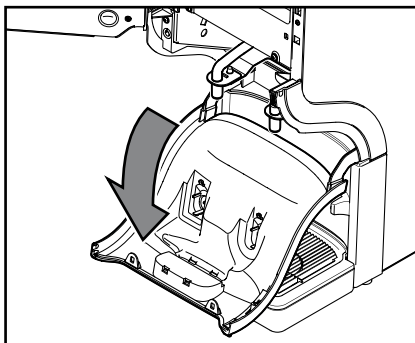

Fig. 36
- Abbassare la copertura di scolo verso il basso (fig. 36).